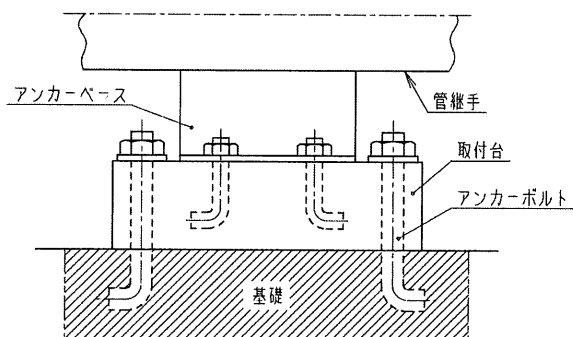

図7 基礎の設置例
- (3) 配管質量支え用ガイド G_2 は配管の自重、流体の質量などによって生ずる配管の曲がり防止のためにローラ、サポート又はハンガが設置されます。これらは管継手の座屈防止用としては不向きですので、配管の条件等によりどうしても使用せざるを得ないときは、配管が振れないように支持金具を設置するなどして振れ止め対策を行ってください。
- (4) 単式管継手は原則として固定点(上流側、下流側のどちらでもよい)のすぐ近くに取り付けてください。
- (5) 複式管継手は固定点と固定点の中央部に取り付けてください。また、アンカーベース(11)部は中間固定点と同様の荷重が作用しますので、取付台は床上を滑り動いたり、浮上したりしないようにアンカーボルトによって確実に基礎に固定してください(図7参照)。